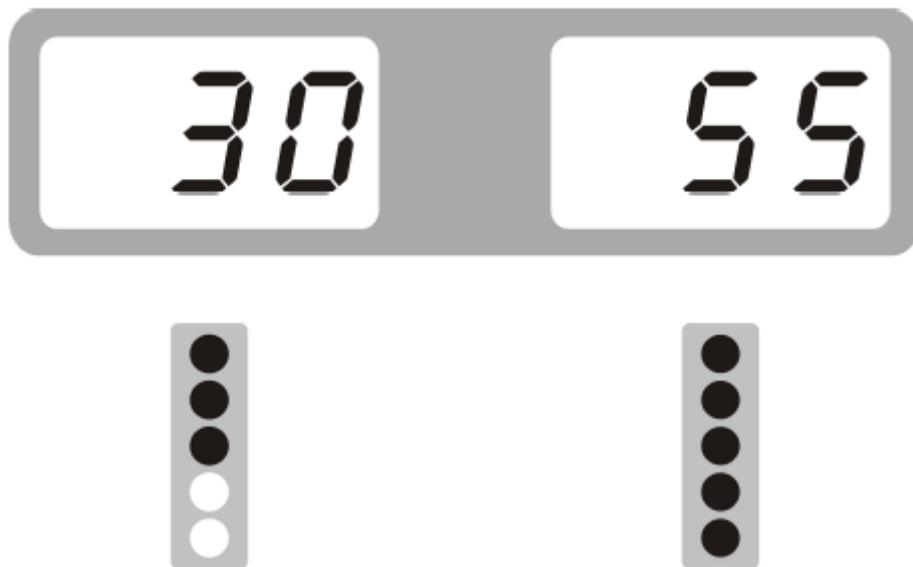

Abb.9
4. Rotieren Sie das Rad mit der Hand sobald alle LEDs der Positionsanzeige Außen aufleuchten (Abb.9) kann das Gewicht auf der Außenseite mit Hilfe der Messlehre angeklebt werden. Der korrekte Abstand zur Maschine wird beim Ausziehen der Messlehre mit dem Wert "0" angezeigt